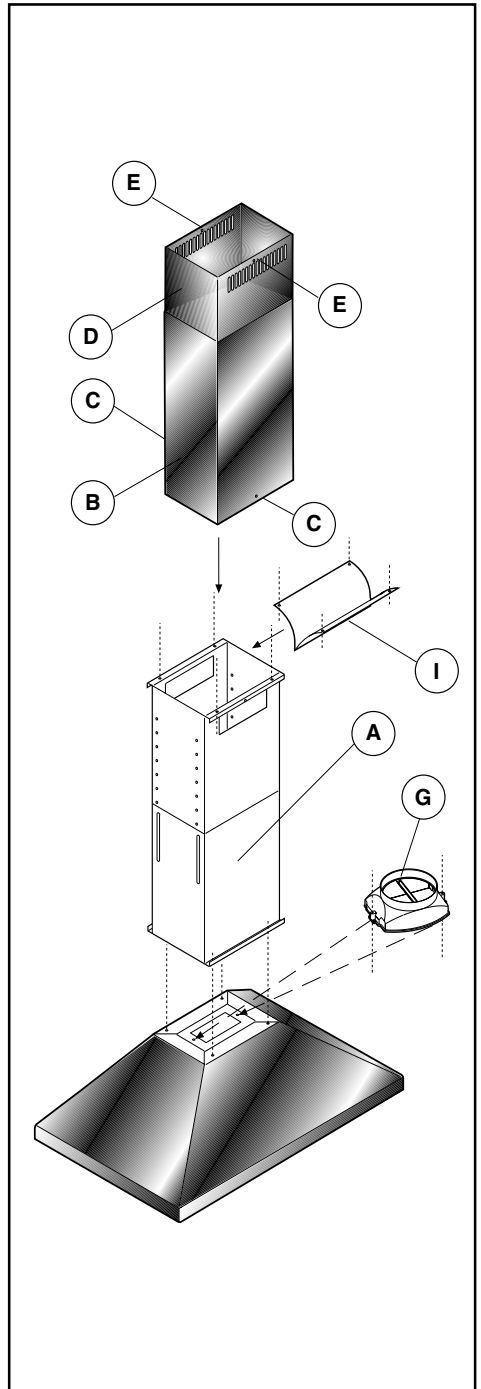

Fig.3
Fastgør forbindelsen (G) fig. 3 til emhætten med de 2 leverede skruer 3x13.
Reguler og bloker den teleskopiske bærende struktur (A) fig. 3 i den ønskede højde og fastgør den til emhætten.
Indsæt de to teleskopiske forbindelser (B og D) fig. 3.
Bloker den indvendige forbindelse (B) til den bærende struktur (A) fig. 3 med to skruer (C).
Den indvendige forbindelse (D) (øverst) lirkes ud og blokeres øverst på væggen af den bærende struktur med 2 skruer (E) fig. 3.
Filtreringsforbindelsen (I) indsættes mellem den bærende struktur og loftet fig. 3.
De aktive kulfiltere renser den luft, der ledes ud i køkkenet. Filterne er ikke vaskbare og kan ikke bruges igen. De må højst sidde 4 måneder, inden de udskiftes. Mætheden af det aktive kul afhænger af, hvor meget man bruger emhætten, typen af madlavning og hvor ofte man rengør fedtfilteret. Filterne skal sættes på den udsugende gruppe indvendig i emhætten, centreret omkring den og drejes 90° indtil det siger klik. Luften ledes ud i køkkenet gennem de huller, der er lavet på den teleskopiske forbindelse (A) og på den øverste forbindelse (E) fig. 3.
Fest tilpassingsdelen (G), fig. 3 i viften med de to 3x13 skruene som fulgte med.
Juster og blokker den teleskopiske støtterammen (A), fig. 3, for å tilpasse den ønskede høyden, samt feste den deretter i viften.
Sett de to teleskoptilpassingsdelene (B og D), fig. 3 inn.
Blokker med to skruer (C) den indre tilpassingsdelen (B) i støtterammen (A), fig. 3.
Dra opp den indre tilpassingsdelen (D) (øvre) og blokker den med de 2 skruene (E), fig. 3 i støtterammens øvre vegg.
Plasser luftfilterenheten (I), fig. 3 mellom bærestrukturen og taket. Filterinnsatsene med aktivt kull brukes for å rense luften før den resirkuleres i kjøkkenet. Filterene er ikke vaskbare og skal byttes ut med et intervall på høyst 4 måneder. Livslengden på filteret avhenger av hvor ofte viften brukes, av kjøkkenets utforming og hvor ofte fettfilteret vaskes. Filteret skal settes på utsugningsgruppen inni viften, senteres omkring den og dreies 90° til det sier klakk. Luften resirkuleres i kjøkkenet gjennom de hullene som finnes på den teleskopiske forbindelsen (A) og på den øverste forbindelsen (E) fig. 3.